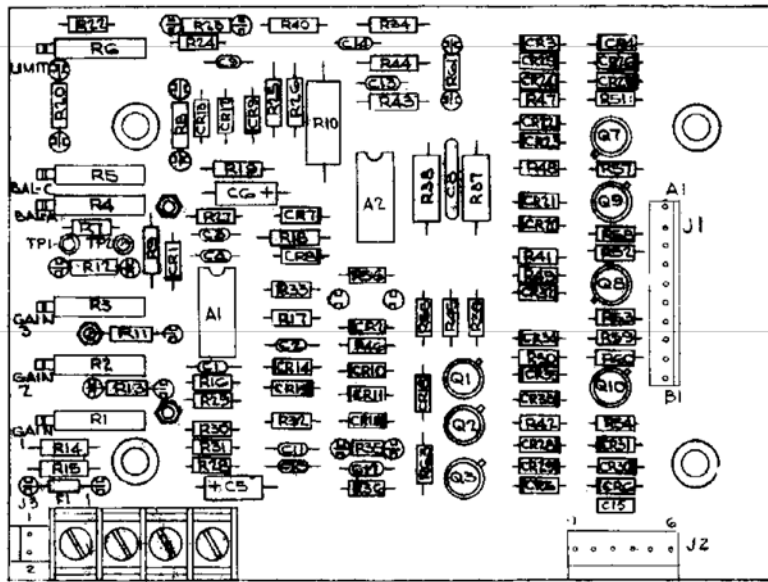

Fig. 19
D.C. AMPLIFIER ASSEMBLY 28107 Fig. 19